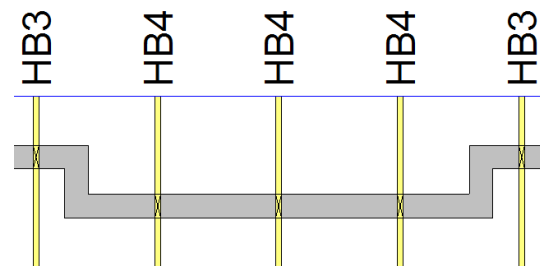

Abb. 5.7: Einzelne Binderbezeichnung
**Einzelne Binderbezeichnung:** die betroffenen Binder werden in eine neue Hauptbinderposition umgewandelt (siehe Abb. 5.7).